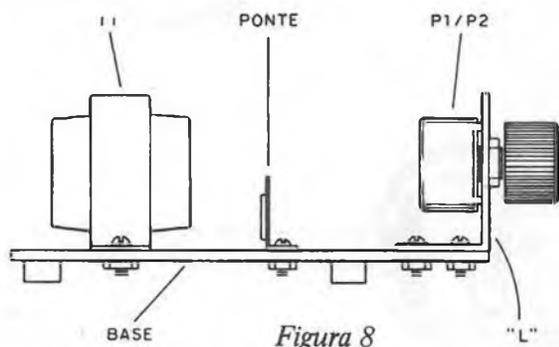

Figura 8
h) Temos a ligação dos potenciômetros (P1 pode também ser um trim-pot, para um ajuste fixo) feita com pedaços de fios flexíveis. Os potenciômetros serão fixados em um "L" de metal que será parafusado na base de madeira, conforme mostra a figura 8.